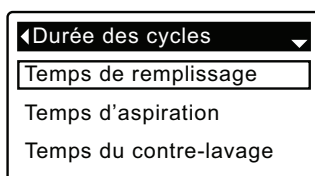

FIG. 52
5. Appuyez sur le SÉLECTEUR (O) pour afficher le menu de la durée des cycles (cf. Figure 52).
9. Appuyez sur le SÉLECTEUR (O) : l'afficheur revient au menu de la durée des cycles (cf. Figure 52).